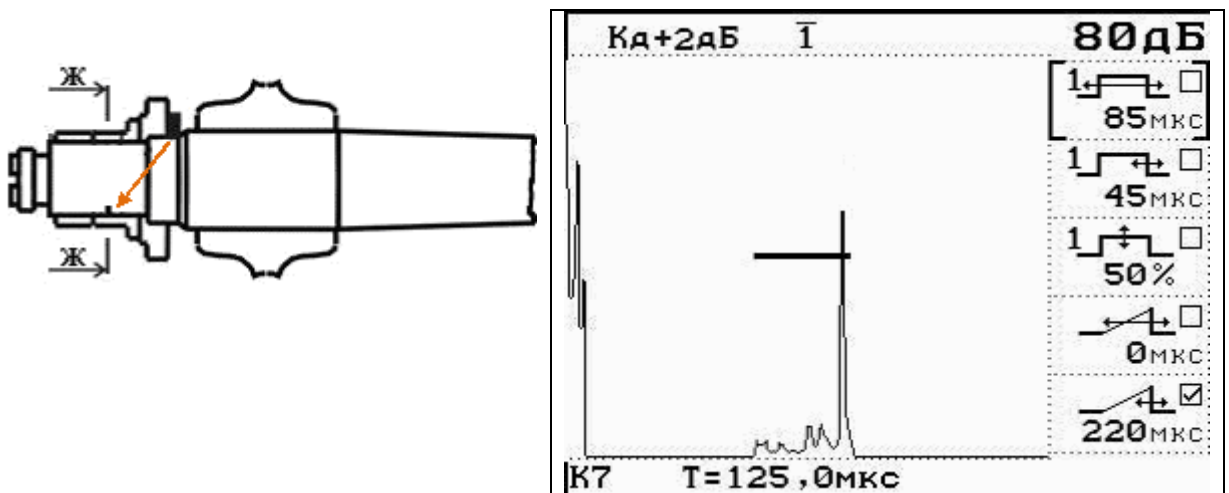

Рисунок 6.13 – Схема установки УСО-1 на НО и вид экрана дефектоскопа при проверке чувствительности и глубиномера (канал 7)
- перемещая УСО-1, установить его в такое положение, при котором амплитуда эхо-сигнала от пропила глубиной 2 мм в сечении Ж-Ж максимальна (рисунок 6.13);